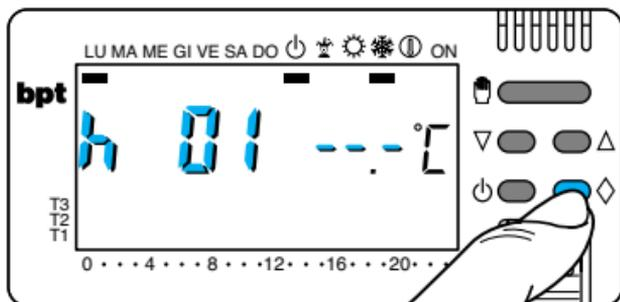

Fig. 65
13.5 - Premere una sola volta il pulsante \diamond (fig. 65).